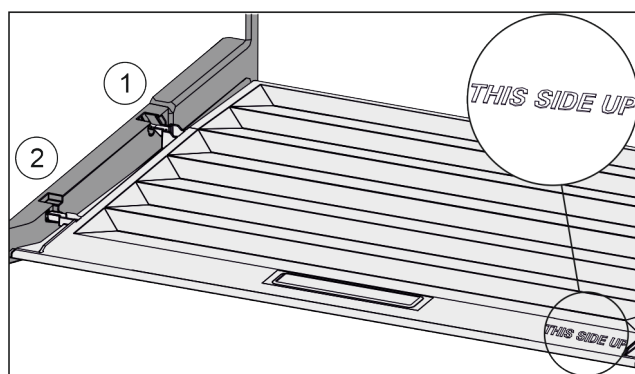

Fig. 109
- Skyv inn dekseltrinn via åpningen til bakre holder Fig. 109 (1) og klikk dem på plass i fremre holder Fig. 109 (2).